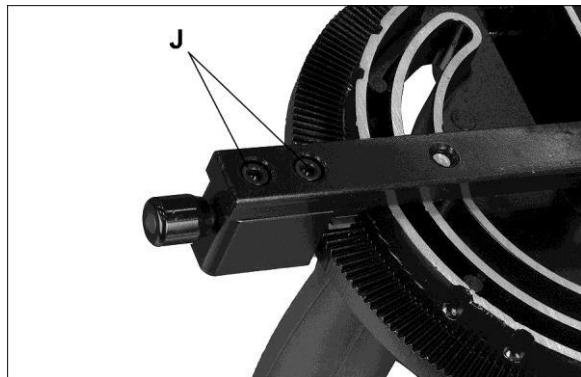

Рис. 16
- Ослабить винт (F) и отрегулируйте указатель (G), пока он не покажет 0°.
- Затяните винт (F).
- Если вышеупомянутая методика не достаточно выравнивает упор для пиления под углом, ослабьте два винта (J, рис. 16) под смонтированным блоком и сдвиньте блок по мере необходимости. Затяните винты, когда закончите.